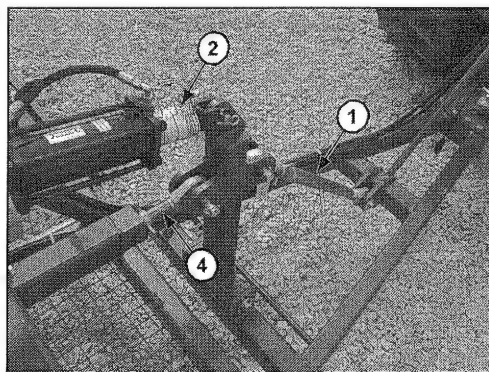

Fig. 15: Réglage de profondeur FG 5.70
- La course de relevage de la machine peut être complètement réglée sur la tige filetée (4) (voir fig. 15 - uniquement FG 5.70).
- Déplacer angulairement la barre de poussée du 3ème point sur le timon de traction jusqu'à ce que la partie centrale du châssis du Flachgrubber soit en position horizontale (voir fig. 15).